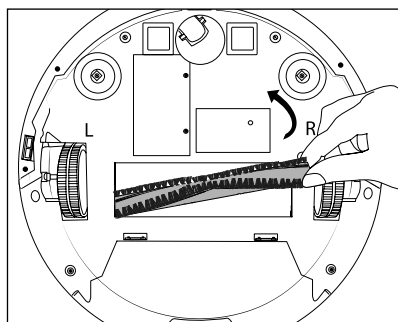

Fig. 15
- ◆ Afferrare il rullo a spazzola **16** dal lato destro e toglierlo dall'apparecchio (vedere fig. 15). Servendosi dello spazzolino **10**, rimuovere peli e sporco.